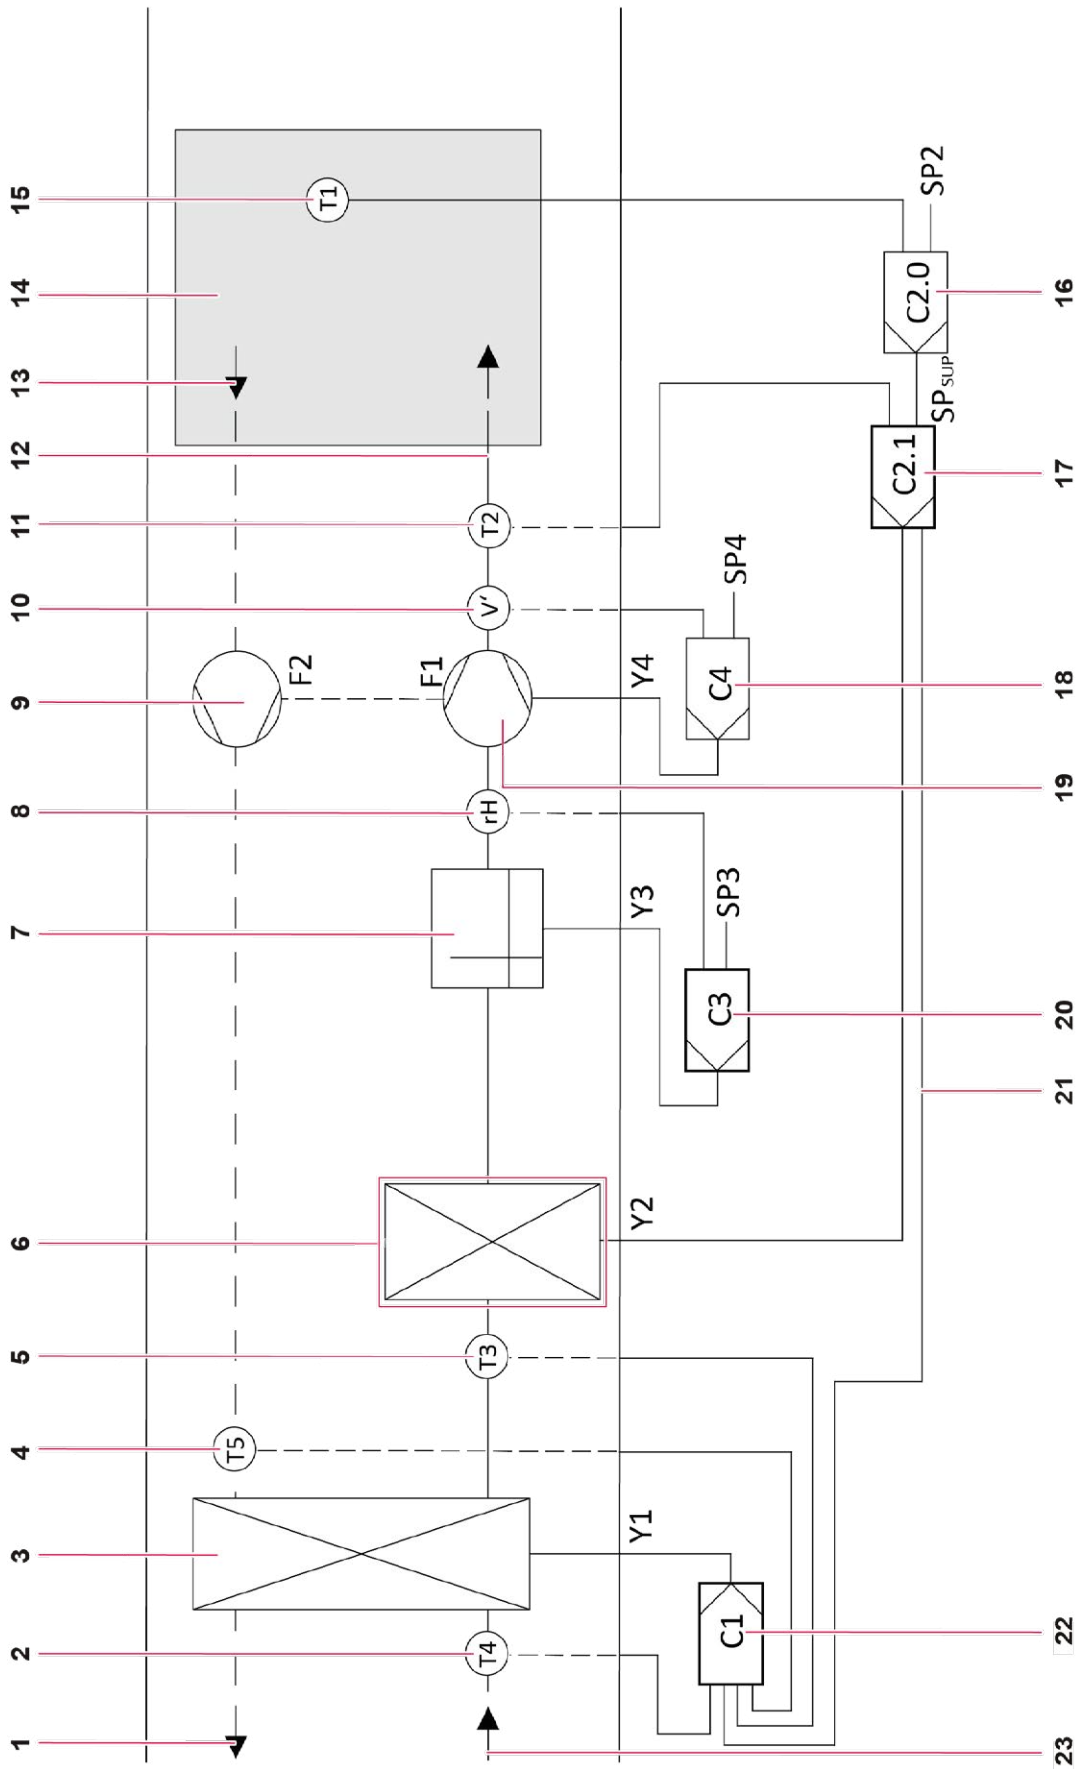

Abbildung 7: Direktverdampfungssystem (DX-System) in einer Lüftungsanlage
- Das Wärmerückgewinnungssystem (Abbildung 7, Pos. 3) muss so ausgelegt sein, dass die Temperatur der Außenluft maximal 32 °C (zum Heizen bzw. Kühlen) und mindestens 10 °C (zum Heizen) bzw. mindestens 16 °C (zum Kühlen) beträgt, wenn sie in das DX-System gelangt.